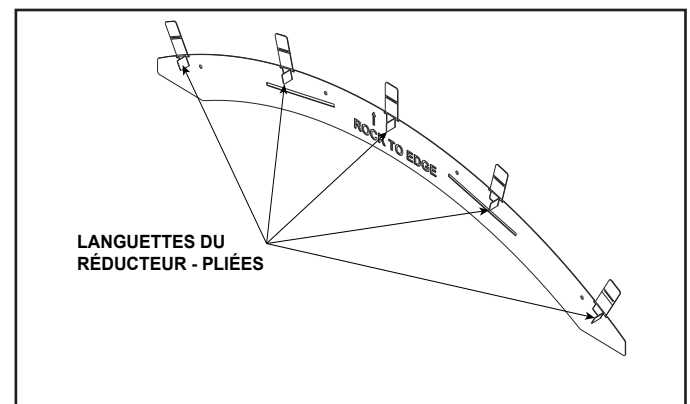

Figure 10.4 Onglets de restauration pliés
1. Les languettes de restriction pliées à la main vers l'extérieur à 90 degrés sur la pièce de modèle de finition supérieure. Voir la figure 10.4.